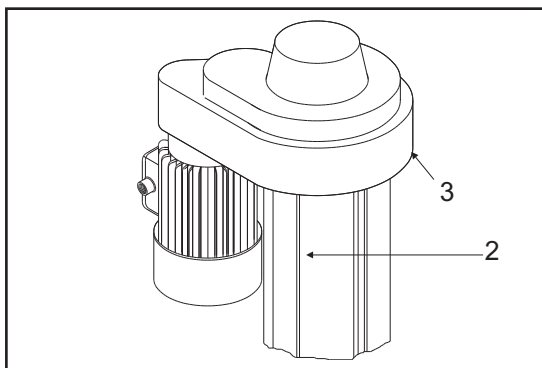

Fig.10 Abb.10
- in caso di extra corsa della parte mobile sono previsti un finecorsa elettrico (2) ed una piastra in acciaio (3) di blocco sulla parte superiore delle colonne (fig.10).
- to prevent overrun of the mobile part, an electric limit switch (2) and a steel plate stop (3) are envisaged for the upper part of the post (fig.10).
- un contact de fin de course (2) et une plaque d'arrêt en acier au sommet de la colonne (3) interviennent en cas de dépassement de course de la partie mobile (fig. 10).
- bei einem Extralauf des beweglichen Teiles greift ein elektrischer Endschalter (2) und eine Sperr-Stahlplatte (3) am Säulenoberteil ein (Abb.10).
- en caso de recorrido extra de la parte móvil están previstos un final de carrera eléctrico (2) y una plancha de acero (3) para bloqueo en la parte superior de la columna (fig. 10).